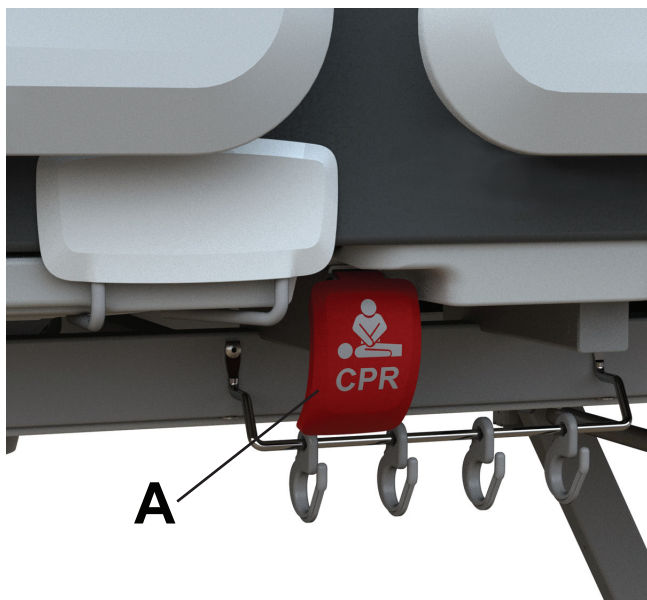

Figura 17 – Activarea mânerului de eliberare pentru funcția de resuscitare cardiopulmonară
Cele două mânere de eliberare pentru funcția de resuscitare cardiopulmonară (A) se află pe partea stângă și dreaptă a tărgii în zona suportului pentru genunchi (Figura 17).
1. Trageți de mânerul de eliberare pentru funcția de resuscitare cardiopulmonară (A) (Figura 17).